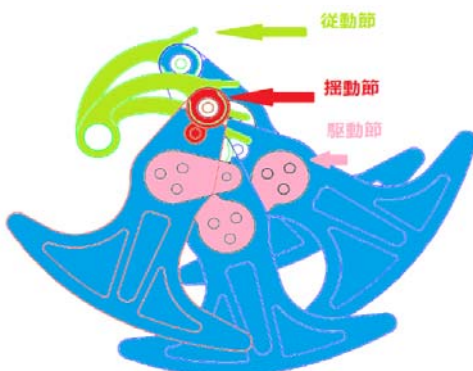
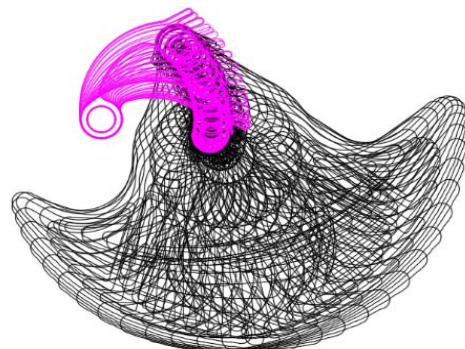

図3 脚機構概略図
図4 脚軌跡図
- ・図3と図4のように4枚1セットにして、それを4セットあわせて計16枚の脚を機体の脚とする。